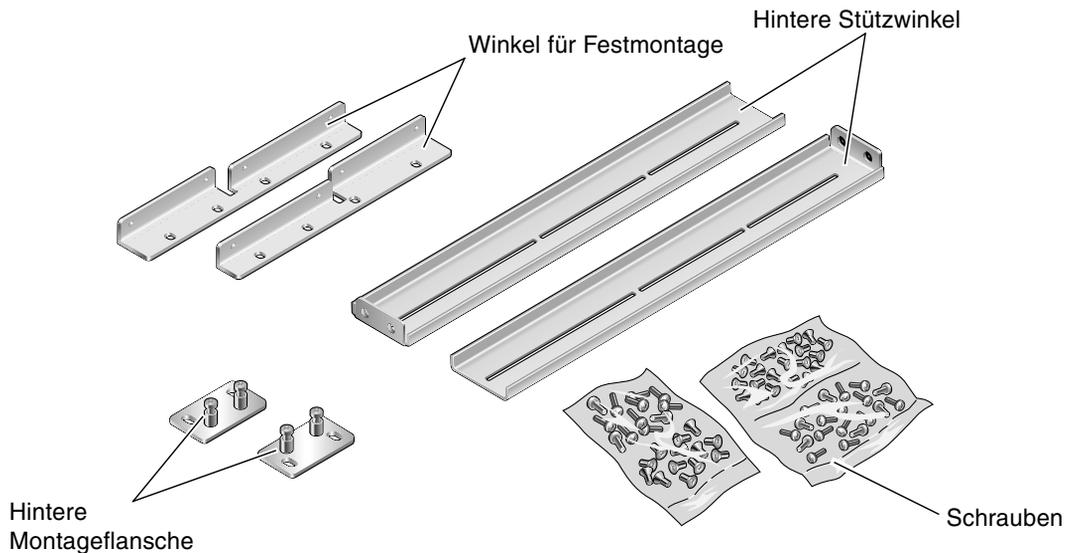

ABBILDUNG 3-1 Inhalt des Montagesatzes für den Festeinbau in ein 19-Zoll-Rack mit vier Stützen
1. Nehmen Sie die vorderen Festmontagewinkel aus dem Montagesatz (ABBILDUNG 3-1).
4. Nehmen Sie die hinteren Stützwinkel aus dem Montagesatz (ABBILDUNG 3-1).
8. Nehmen Sie die hinteren Montageflansche aus dem Montagesatz (ABBILDUNG 3-1).